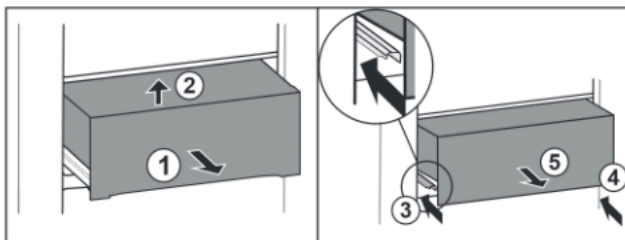

Fig. 28
- Estrarre il cassetto a metà Fig. 28 (1).
- Sollevare dal lato anteriore Fig. 28 (2).
- Inserire la guida a sinistra Fig. 28 (3).
- Inserire la guida a destra Fig. 28 (4).
- Rimuove il cassetto tirandolo in avanti Fig. 28 (5).